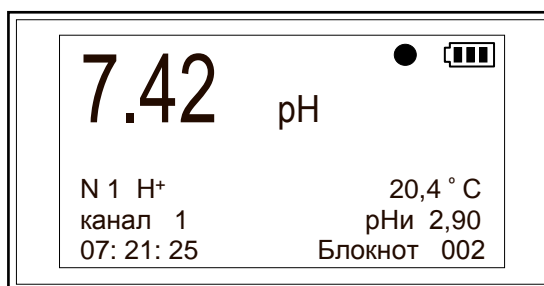
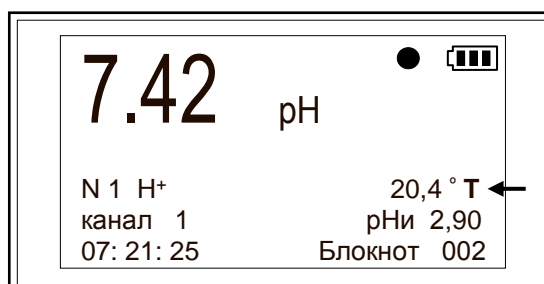

Рисунок 42
Рисунок 43
- после установления индикатора стабильности показаний считать измеренное значение рХ (рН) с табло (рис. 42).
*Примечание* - При этом, на табло отображается значение температуры измеряемого раствора (рис. 42). Если справа от значения температуры отображается знак «Т» (рис. 43) то это означает, что термокомпенсатор отсоединен и его нужно подсоединить, или установить значение температуры раствора (4.12).